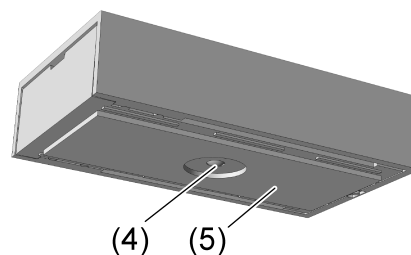

Figure 7: Partie inférieure du boîtier avec pastilles adhésives
- Installer la pastille adhésive (5) sur la partie inférieure du boîtier (Figure 7). Pour ce faire, enlever le film de protection sur un côté, placer ce côté sur la partie inférieure du capteur et appuyer dessus fermement. Les fibres optiques (4) pour la mesure de la luminosité ne doivent pas être recouvertes.